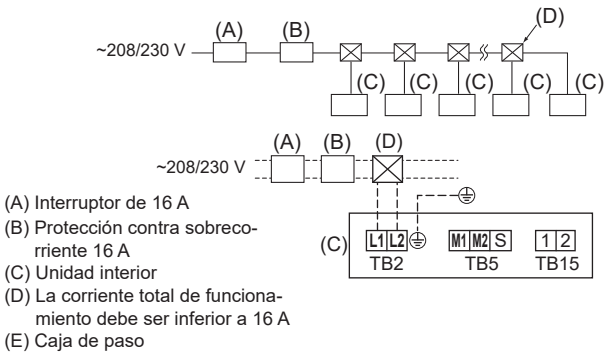

Fig. 6-4
6.2. Cableado de alimentación (Fig. 6-4)